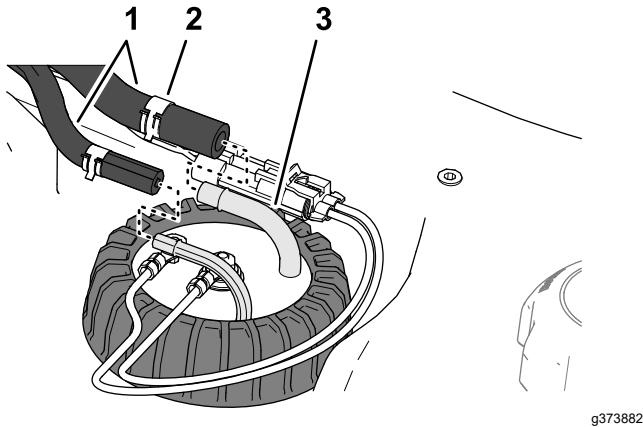

Bild 120
4. Schieben Sie die Schellen, mit denen die Schläuche an den Anschlussstücken des Kraftstoff-Füllstandsensors befestigt sind, nach innen, und nehmen Sie die Schläuche von den Anschlussstücken ab (**Bild 120**).